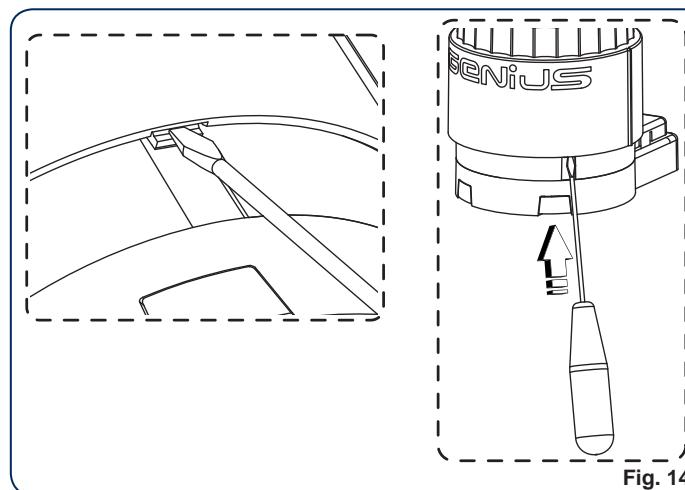

Fig. 14
1. Agire sulla linguetta di bloccaggio indicato in fig. 14 e rimuovere la calotta ruotandola in senso antiorario.